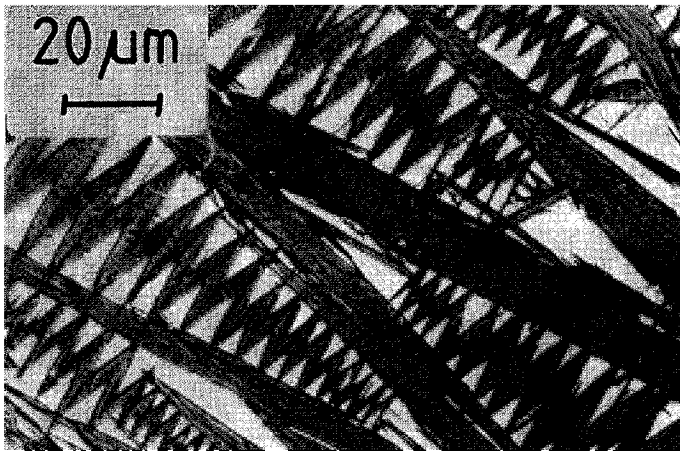

Bild F 3.4
10. Erläutern Sie das in Bild F 3.4 dargestellte Gefüge! Wie ist es entstanden?